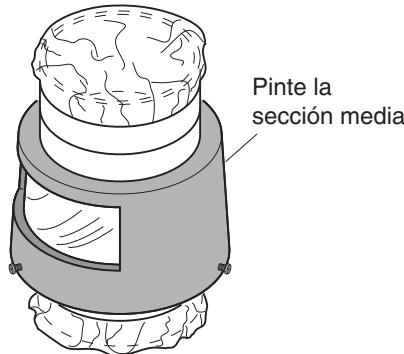

Figura 2 - Pinte la sección media del detector de movimiento
5. Coloque el detector sobre periódicos y pinte al rociado la sección media del detector como se indica en la Figura 2.